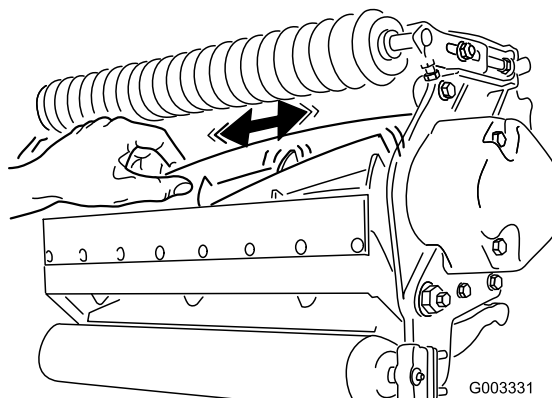

Figura 30
2. Usando un trapo o un guante grueso, sujete la cuchilla del molinete e intente mover el conjunto del molinete de un lado a otro (Figura 30).